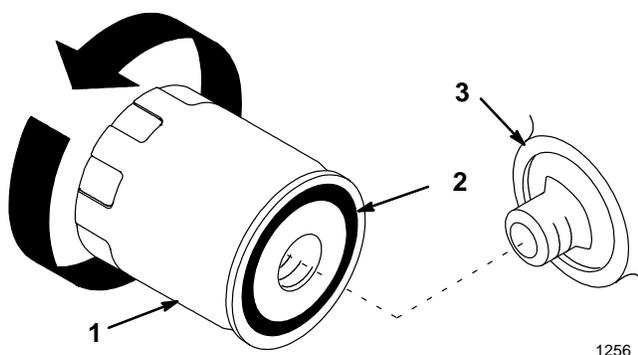

Abbildung 34A
6. Den Ölfilter wechseln. (Abb. 34A).
2. Den alten Filter entfernen und die Dichtungsfläche am Filteradapter (Abb. 34A) sauberwischen.
3. Eine dünne Schicht neues Öl auf die Gummidichtung am Austauschfilter geben (Abb. 34A).
4. Den Austauschölfilter am Filteradapter anbringen. Den Ölfilter im Uhrzeigersinn drehen, bis die Gummidichtung den Filteradapter berührt. Dann den Filter um eine weitere 1/2 Umdrehung anziehen (Abb. 34A).